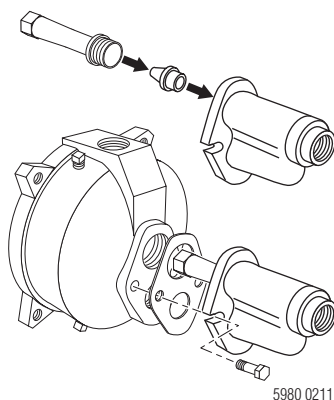

Figure 6 : Montage de l'éjecteur - puits peu profonds
- 3 ° Poser le nécessaire d'éjecteur. Suivre les instructions fournies avec le nécessaire. S'assurer de bien aligner le venturi avec le trou supérieur qui se trouve à l'avant de la pompe (voir la Figure 6).
- 2 ° Poser le nécessaire d'éjecteur. Suivre les instructions fournies avec le nécessaire. Aligner le venturi avec le trou supérieur qui se trouve à l'avant de la pompe (voir la figure 6).